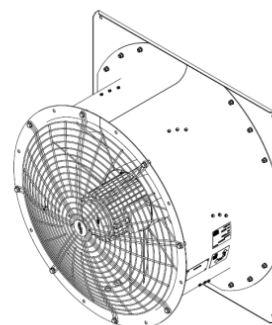

Рис.3
- с общепромышленным двигателем (Рис.3)